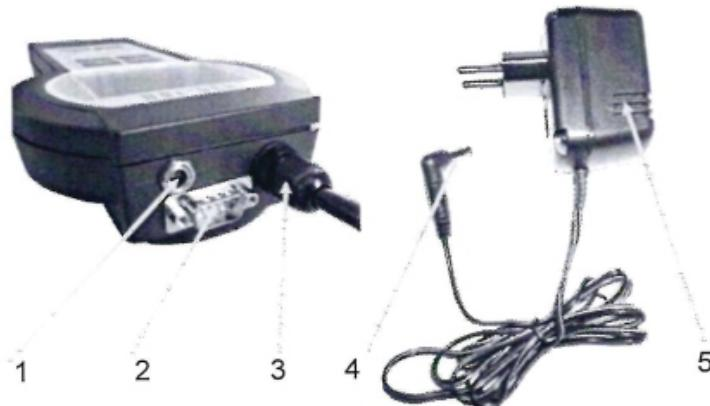

Рисунок 31. Вид электронного блока со стороны разъемов.
7.7.1. В выключенный прибор вставить штекер кабеля в гнездо прибора рис. 31 п.2, другой штекер кабеля вставить в гнездо СОМ порта компьютера. Кабель поставляется в комплекте с прибором.
адаптера рис.31 п. 4 в гнездо прибора рис.31 п. 1, прибор может быть включенным или выключенным, вставить адаптер рис.31 п. 5 в сеть 220В. При выключенном состоянии прибор включится и начнет контролировать зарядку аккумуляторов рис. 9. При включенном приборе аккумуляторы также начнут заряжаться, для просмотра процесса зарядки нужно войти в меню и выбрать строку «Зарядка» в подменю «Установки» см. п. 5.5.